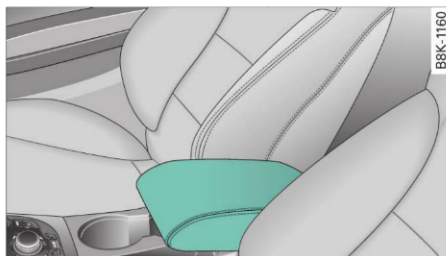

Fig. 58 Cotiera dintre scaunul șoferului și scaunul pasagerului dreapta.
- Pentru a regla înclinarea, ridicați cotele din poziția inițială ⇒ fig. 58, în trepte.